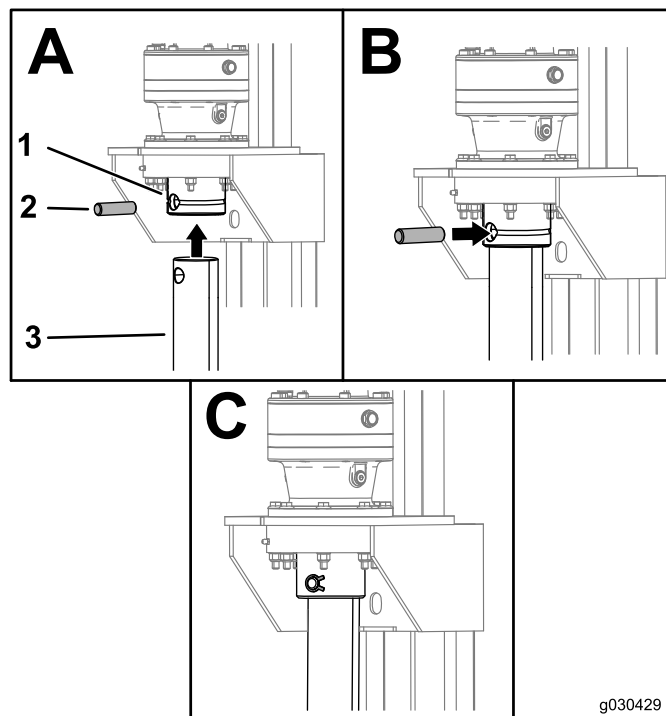

Рисунок 5
Установите новые стойки, совместив отверстия в стойках с отверстиями в двигателе, и закрепите стойки с помощью ранее снятых штифтов и E-образных зажимов (Рисунок 5).
5. Прикрепите стойку к двигателю, как показано на Рисунок 5.